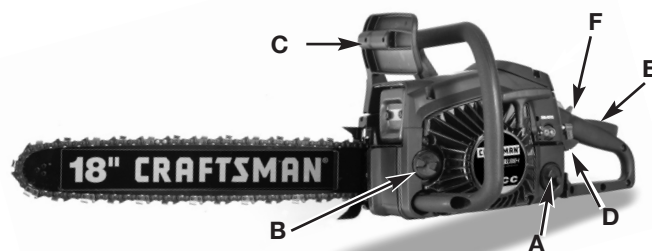

Fig. 3
**NOTA:** Para detenciones de emergencia, presione la palanca del freno de cadena/guardamanos (C) hacia delante y mueva hacia arriba el conmutador de PARADA (Fig. 3, 4)
5. Empuje hacia abajo el gatillo de seguridad (E) y apriete el acelerador (D). Con el pulgar, presione la pestaña de aceleración (F). Suelte antes el gatillo (D). Así se bloqueará el acelerador en posición abierta (Fig. 3). Tire de la cuerda con un movimiento estable y controlado 4 veces.
6. Mueva después la **palanca del estrangulador (H)** a la Posición 2, asegurándose de mantener bloqueado el gatillo del acelerador. Sostenga la sierra firmemente y tire de la cuerda hasta que arranque. Podría tener que tirar hasta 4 veces.
7. Deje que la sierra se caliente durante 10 segundos. Suelte el gatillo de aceleración (D).
8. Mueva la palanca roja de estrangulador (H) a la Posición 3. Si el motor no arranca, repita los pasos. Si sigue sin arrancar, realice la comprobación del freno de cadena descrita en la página siguiente.